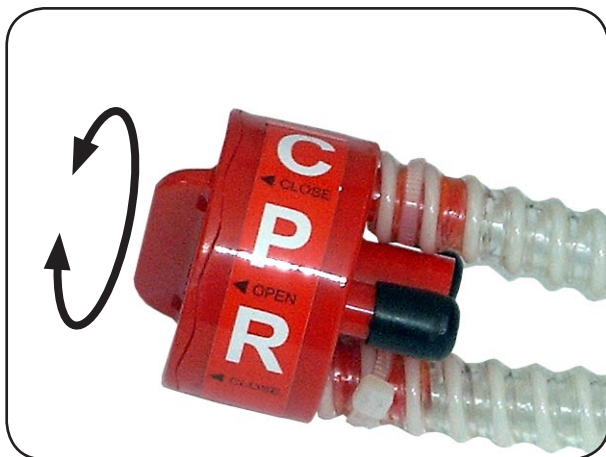

Abbildung 12
9. Überprüfen Sie, ob das CPR-Ventil auf der rechten Seite am Kopfende der Wechseldruckmatratze geschlossen ist. Der Drehgriff muss auf „close“ stehen (siehe Abbildung 12).
10. Wenn die optimale Druckeinstellung erreicht ist, achten Sie darauf, dass die 3 statischen Kopfzellen jetzt den maximalen Druck haben (siehe Kapitel 7.4 Statische Kopfzellen). Daher verringern Sie den Druck der 3 statischen Kopfzellen durch kurzzeitiges Öffnen des CPR-Ventils (siehe Abbildung 12) bis sie ungefähr dem Druck der befüllten Zellen, die in den Wechseldruckzyklus mit eingebunden sind, entsprechen.
1. Drehen Sie das CPR-Ventil um eine Raststellung auf „open“ (siehe Abbildung 12).